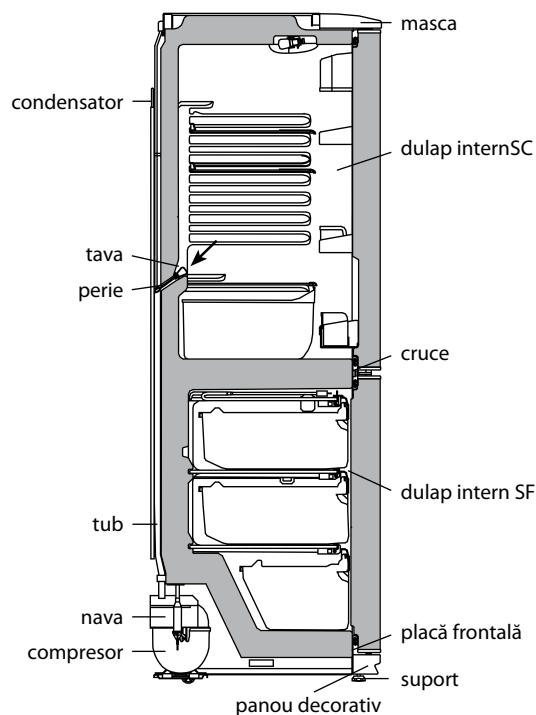

Figura 4 – Schema de eliminare a apei topite din SF
deconectarea compresorului și se transformă în picături de apă. Picăturile de apă topită se scurg în vas și prin gaură în tavă patrund în țeavă navei pe compresor, în conformitate cu figura 4 unde și se evaporă. În gaura tavii este instalată o perie pentru a preveni înfundarea sistemului de evaporare.
Prezența apei în tavă indică la blocarea posibilă a scurgerii apei. Pentru a elimina contaminarea trebuie să curățați cu peria gaura în tavă, astfel că apa să se scurgă fără obstacole într-un vas, să se spală peria și să se instaleze în conformitate cu figura 4.
**ATENȚIE!** Apa, care a apărut la partea de jos a SF poate trece în interiorul secției și poate provoca coroziunea dulapului în conformitate cu figura 4 și să conducă la esirea din funcție a frigiderului.